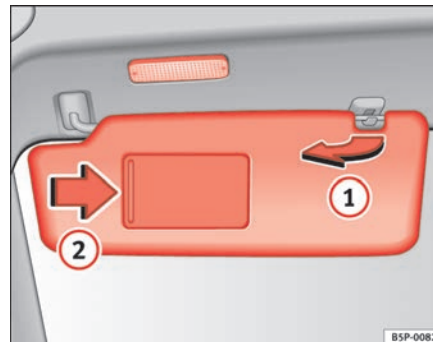

Fig. 84 Parasol del lado del conductor
Los parasoles del conductor y del acompañante pueden extraerse de sus soportes centrales y girarse hacia las puertas ⇒ fig. 84 (1). ▶